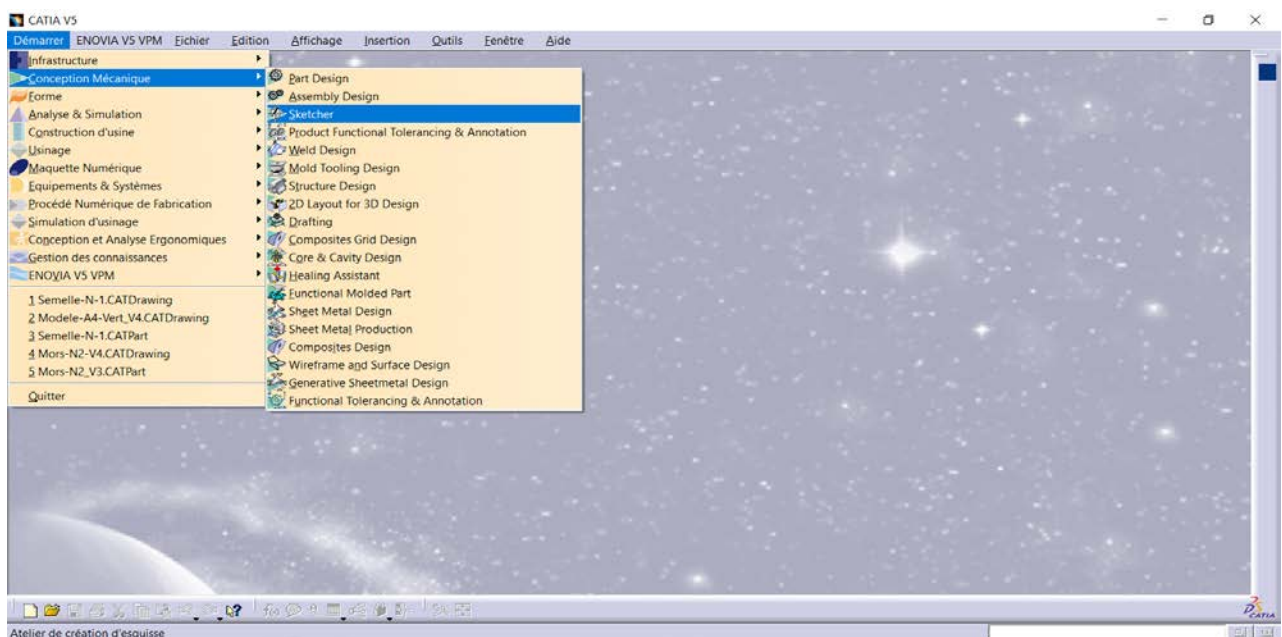

Figure 2.1 Ouverture de l'atelier Sketcher à partir du menu Démarrer [1], [2]
- A partir du menu Démarrer (Conception Mécanique, Sketcher), comme le montre la figure 2.1, puis en sélectionnant un plan d'esquisse.